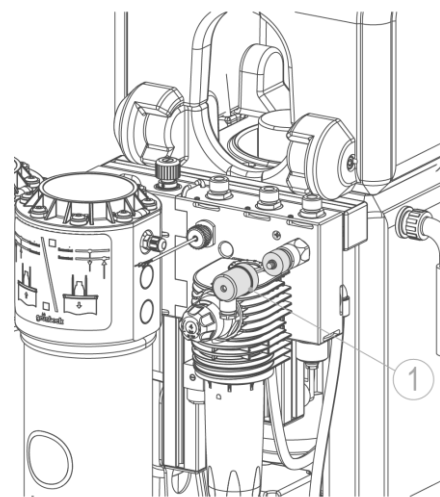

Fig. E-4 : Pressostat de la pompe de surpression
- Brancher le connecteur du pressostat (voir fig. E-4, pos. 1) sur le pressostat - la pompe de surpression se met en marche. Pour purger la conduite de raccordement de l'osmose inverse (tuyauterie côté bâtiment) – si besoin, dévisser légèrement l'écrou-raccord jusqu'à ce que l'air se soit échappé.